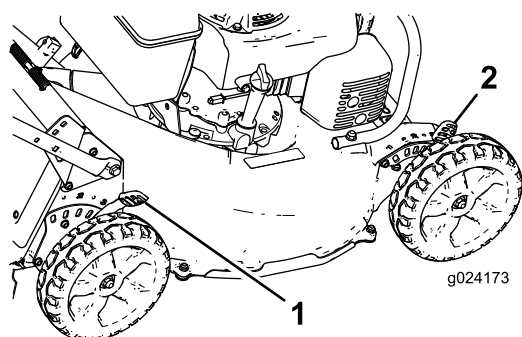

Figura 14
1. Tire de la palanca de altura de corte hacia la rueda (**Figura 14**) y muévela a la posición deseada.